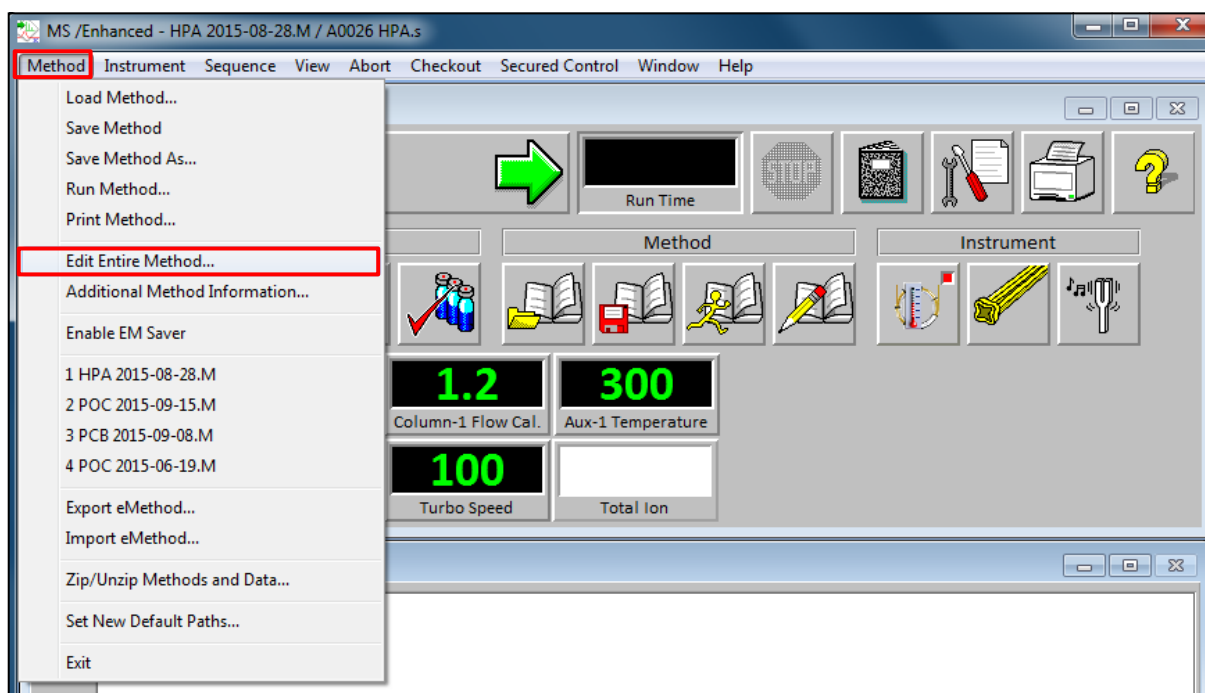

Figura 2. Sequência de passos para abrir a janela do assistente de edição de método. Os retângulos vermelhos destacam os itens que devem ser clicados no menu.
4.1.2 Na tela inicial do programa clique no menu "Method → Edit Entire Method..." (Figura 2).